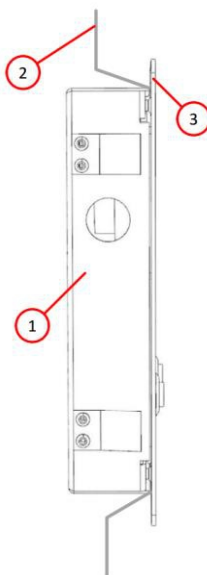

Рис. 6- Сборка и монтаж вызывной панели. Вариант 3.
1. В корпус (поз.1 рис.6) через отверстия подводятся кабель подключения (входной);
3. Корпус с универсальными крепежными пластинами (поз.2 рис.6) устанавливается в стену. В зависимости от толщины стены пластины гнутся так, чтобы обеспечить надежное крепление вызывной панели в стене;
4. Панель (поз.3 рис.6) притягивается к корпусу с помощью винтов с внутренним шестигранником, входящих в монтажный комплект.